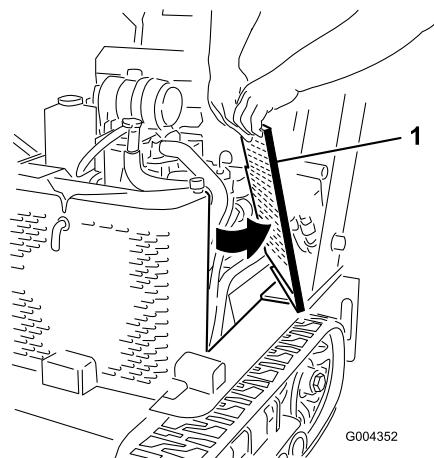

Bild 27
2. Schieben Sie die Seitengitter (Bild 27) nach oben und aus den Schlitten im vorderen Gitter und im Rahmen.